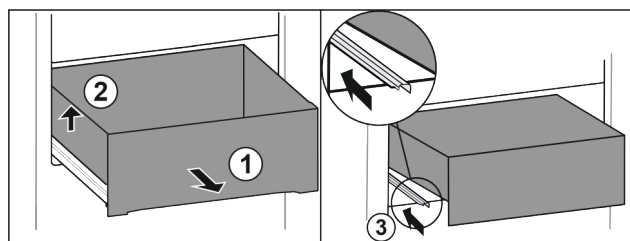

Fig. 74
- ▶ Dra ut uttagsslåda fram till stopp. Fig. 74 (1)
- ▶ Lyft uttagsslåda på vänster sida. Fig. 74 (2)
- ▶ Skjut in vänster skena. Fig. 74 (3)